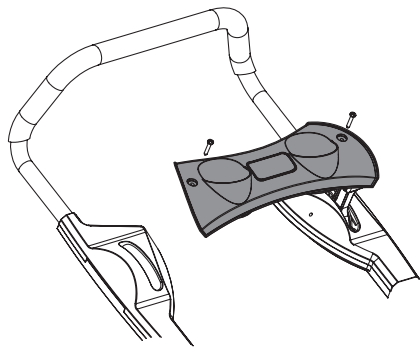

Рис. 10. Установка панели с подстаканниками
5. Установите на рукоятки панель с подстаканниками и закрепите её с помощью самонарезающих винтов (Рис. 10).